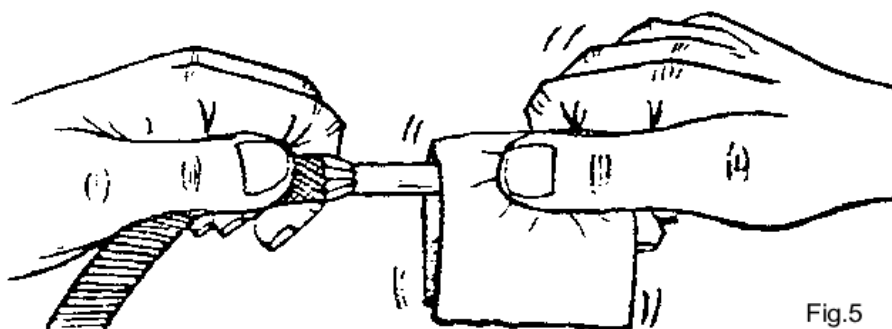

Fig.5
- Lixe o condutor até que o metal fique brilhante (Fig.5)